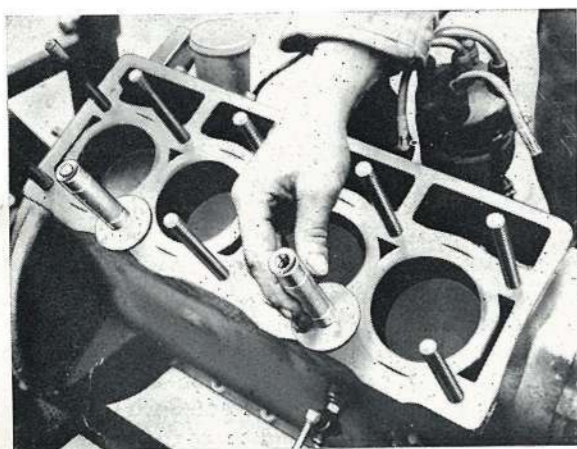

FIG. 7
16. Visser les reteneurs de chemises F T 3 (ou, à défaut, les reteneurs de DIESEL en disposant une rondelle au-dessous) sur les goujons du 2^e et 4^e cylindre côté collecteur (fig. 7).